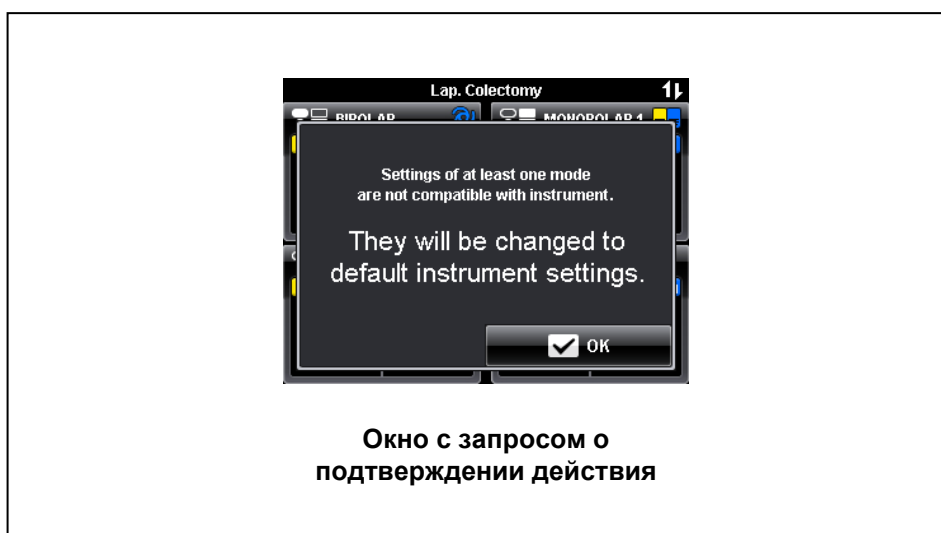

Рис. 5.7
- Если отображаемые настройки могут быть использованы для работы с ВЧ-инструментом Olympus, но хотя бы один из параметров уровня мощности или эффектов невыбранного режима выходит за пределы допустимого диапазона настроек ВЧ-инструмента Olympus, появляется окно с запросом о подтверждении действия, как показано на рис. 5.7. Для продолжения работы нажмите кнопку «ОК». Настройки по умолчанию для инструмента будут установлены только для разрешенных настроек, и на экране появится окно обзора всех параметров.